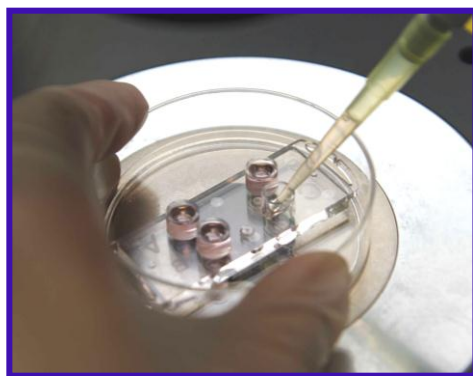

図4：チャンバーへの培養液の注入
- ② チャンバーB、C、Dにも培養液をそれぞれ **100 μL** ずつ注入します (図4)。
- ③ 全てのチャンバーから培養液をピペットで回収します。